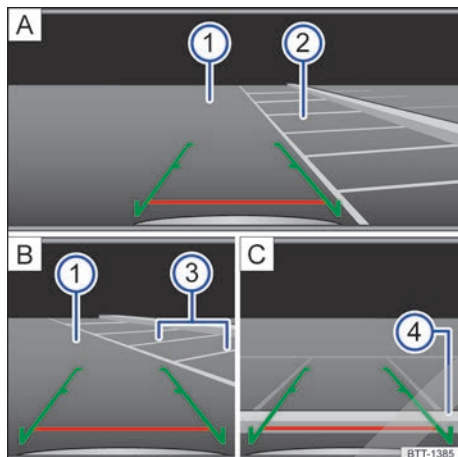

Fig. 141 Visualización en la pantalla del sistema de infotainment: aparcando con el asistente de marcha atrás (representación esquemática).
Leyenda de la fig. 141:
2.	Sitúe el vehículo delante del hueco de aparcamiento → fig. 141 ②.
4.	Retroceda lentamente a la vez que gira el volante de manera que las líneas laterales verdes se introduzcan entre las líneas de delimitación del hueco de aparcamiento seleccionado ②. Tenga en cuenta el siguiente mensaje: ¡Compruebe la trayectoria! → ▲ en Introducción al tema de la pág. 184!
5.	Oriente el vehículo en el hueco de aparcamiento seleccionado de manera que las líneas laterales verdes coincidan con las líneas de delimitación laterales ③.
6.	Detenga el vehículo, como muy tarde, cuando la línea horizontal roja haya alcanzado la delimitación trasera, p, ej., el bordillo de la acera ④.